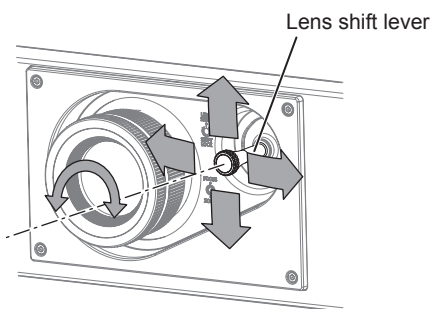

Fig. 1
**3) Adjust the lens shift. (Fig. 1)**